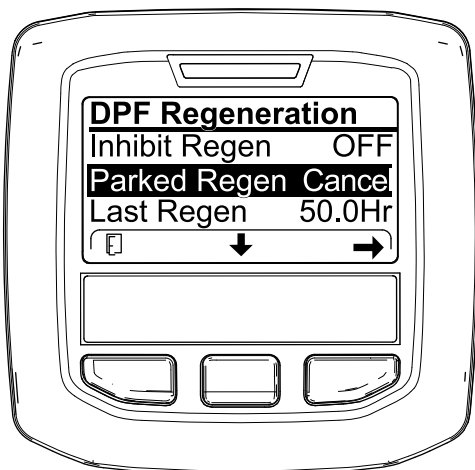
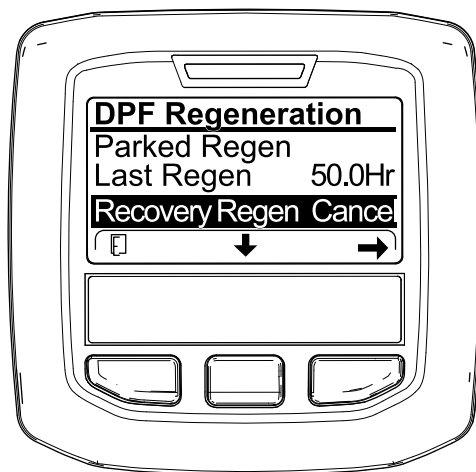

Figura 67
Figura 68
1. Accesezi meniul DPF Regeneration (Regenerare DPF) (Figura 67).
2. Apăsai butonul central pentru a derula în jos către opțiunea PARKED REGEN CANCEL (Anulare regenerare în stare de parcare) (Figura 67) sau opțiunea RECOVERY REGEN CANCEL (Anulare regenerare de recuperare) (Figura 68).
3. Apăsai butonul din dreapta pentru a selecta accesarea Regen Cancel (Anulare regenerare) (Figura 67 sau Figura 68).